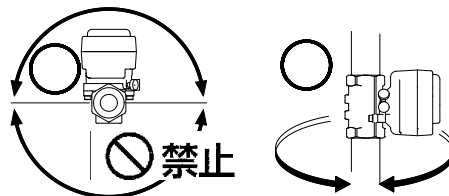

図13
- アクチュエータ内部に水が浸入する可能性のある、下向きのバルブ取付けは行わないでください。配管可能な取付け姿勢は図13の通り、アクチュエータが上向きから横向きまでです。